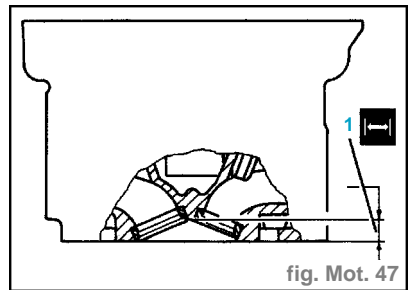

fig. Mot. 47
- Au cas où la planéité du plan inférieur ne rentre pas dans les valeurs prescrites, rectifier le plan inférieur de la culasse sans dépasser la profondeur minimum admise de la chambre d'explosion (1) (fig. Mot. 47) :